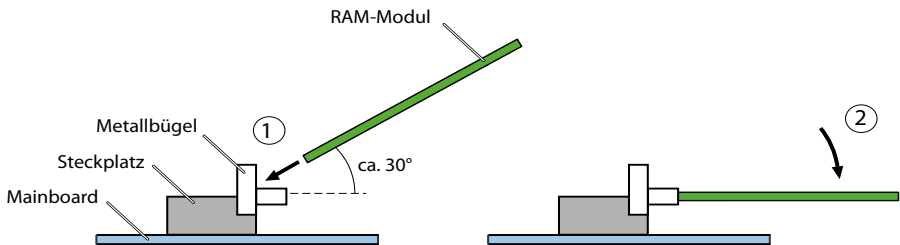

Fig. 79 RAM-Modul wechseln
4. Setzen Sie das Modul leicht schräg in den Steckplatz ein (siehe Fig. 79).